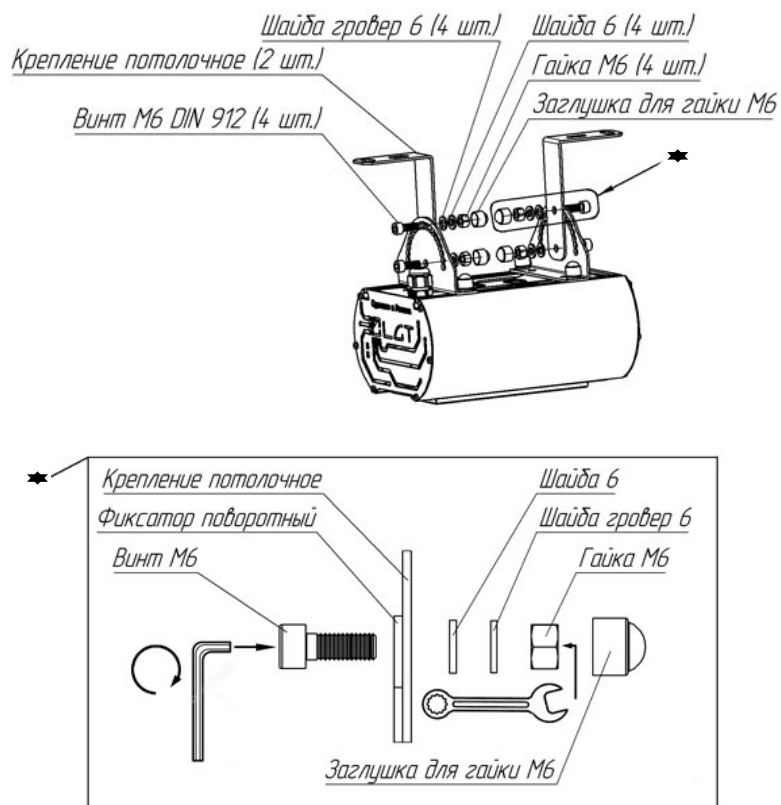

Рис. 8
6.7.6 Установить светильник, прикрепив фиксаторы поворотные к установленным потолочным креплениям (Рис. 8).